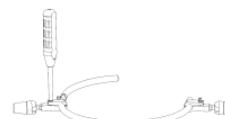

Figure 7
- À l'aide de la **clé hexagonale** (AL-0106), dévissez les colliers des deux **bras articulés**. Insérez l'**anneau écarteur** dans les pinces et serrez les pinces autour de l'anneau à l'endroit marqué « Attach Rigid Arm Here » (Attacher le bras rigide ici). (Figure 7)